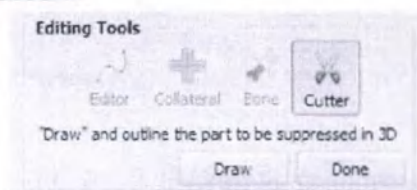

Рисунок 6
- Нажмите Editing Tools > Cutter (Инструменты редактирования > Вырезать) для удаления несвязанных анатомических структур. (Рисунок 6)